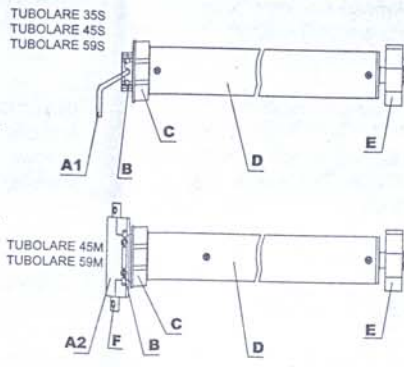

Fig.3
- Prima dell'installazione, selezionare l'apposito adattatore della corona e del rinvio; non usare un martello per inserire il motore nel tubo (Fig.3).